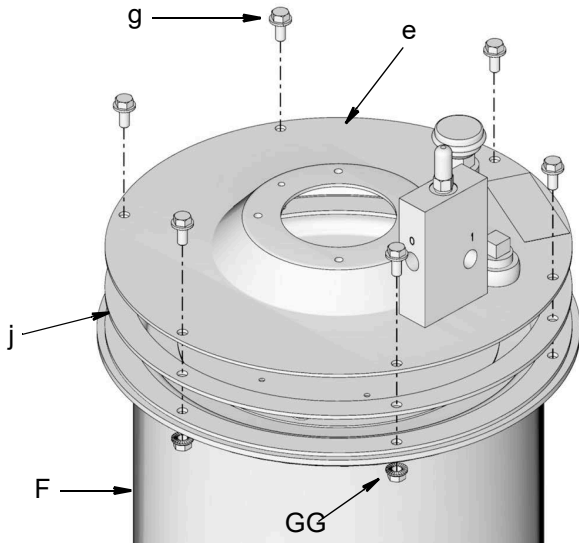

図 9
6. カバー (e) をリザーバー (F) のガスケット (j) ) に取り付けます (図 9)。